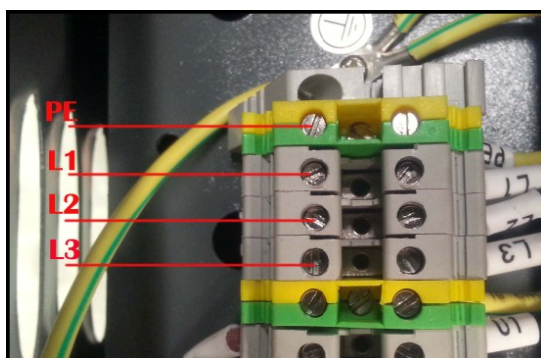

рис. 16
- Подсоединение к электросети: 3-х фазные 4-х жильные соединительные кабели 400VAC (4 × 2.5mm2 провода) подсоединяются к клеммам L1, L2, L3, и PE на блоке управления. Провод заземления PE подсоединяется под болтом с отметкой "заземление" первым (рис. 16) и затем подсоединяется под болтом с отметкой заземление двух платформ.